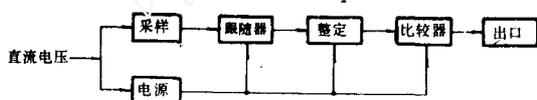
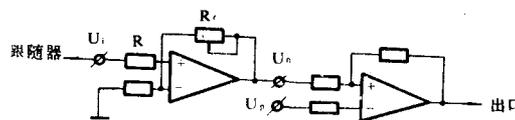

图 1
图 2
2.1 该继电器采用低功耗,高可靠性的集成电路构成,为静态式继电器,其原理方框图见图1。直流输入电压经过采样回路和跟随器到电压整定回路,电压整定回路由运算放大器组成,见图2。其输出和输入电压满足下列关系式: